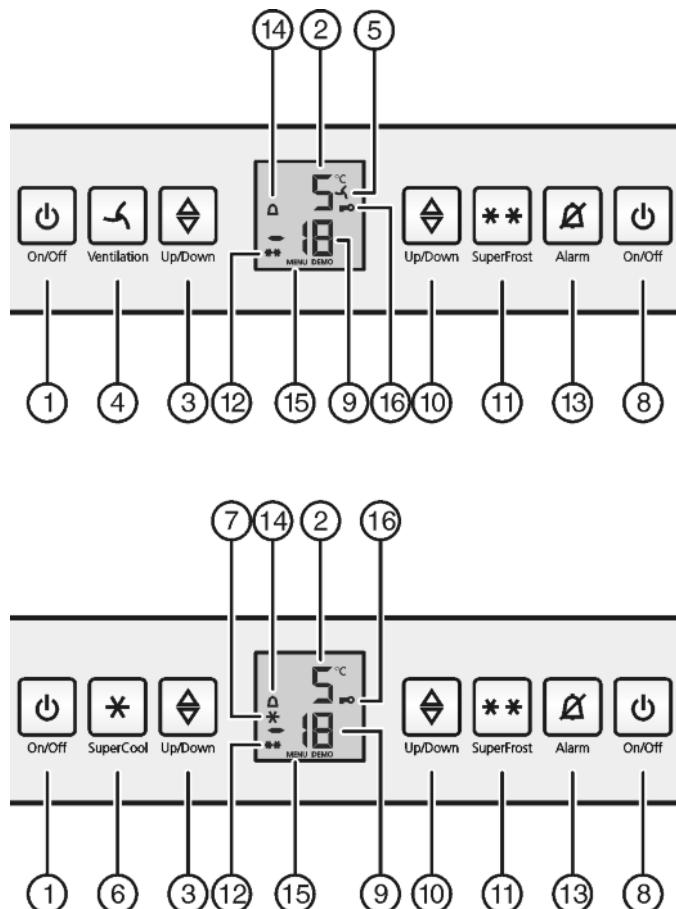

Fig. 2
- Нажмите кнопку On/Off морозильного отделения Fig. 2 (8).
- Нажмите кнопку On/Off холодильного отделения Fig. 2 (1).
- Активация режима настройки: Нажмите кнопку SuperFrost Fig. 2 (11) и удерживайте ее прим. 5 секунд.
- На индикаторе будет отображаться символ «Меню» Fig. 2 (15).
- Для подтверждения нажать и отпустить кнопку «SuperFrost» Fig. 2 (11).
- На индикаторе горит символ «Защита от детей» Fig. 2 (16).
- ▶ Нажмите и сразу отпустите кнопку On/Off морозильного отделения Fig. 2 (8).
- ▶ Активация режима настройки: Нажмите кнопку SuperFrost Fig. 2 (11) и удерживайте ее прим. 5 секунд.
- ▷ На индикаторе будет отображаться символ «Меню» Fig. 2 (15).
- ▶ Для подтверждения нажать и отпустить кнопку «SuperFrost» Fig. 2 (11).
- ▷ Символ «Защита от детей» Fig. 2 (16) гаснет.
Одновременно мигает индикация температуры и символ тревоги Fig. 2 (14).
Звуковой сигнал выключается автоматически, символ аварийного сигнала Fig. 2 (14) выключается и индикатор температуры перестает мигать, если температура снова становится достаточно низкой.
- ▶ Нажмите кнопку Alarm Fig. 2 (13).